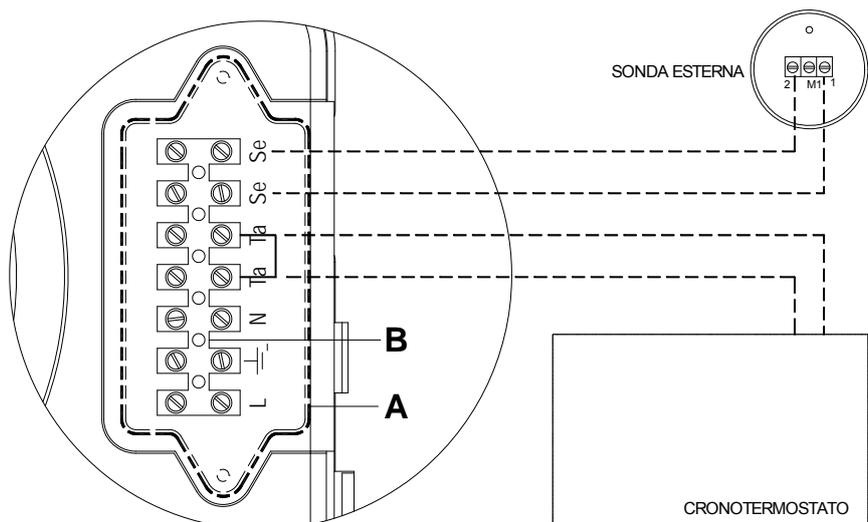

Fig. 2
- c. svitare le viti e rimuovere il piastrino A (vedi fig. 2).